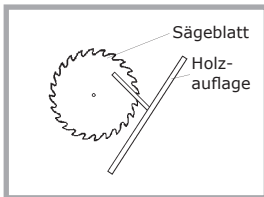

Abb. 10
- neues Sägeblatt in Schneidrichtung zur Bedienperson auf die Welle aufschieben (siehe Abb. 10 „Einbaurichtung des Sägeblattes“) **Achten Sie darauf, dass das Sägeblatt auf dem Bund vom festen Klemmflansch aufliegt!**